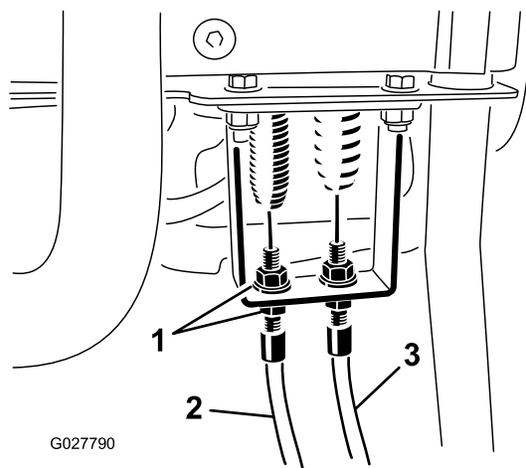

Рисунок 50
- 3. На переходнике рукоятки управления ослабьте трос управления барабаном, пока на нем не появится слабина (Рисунок 50).